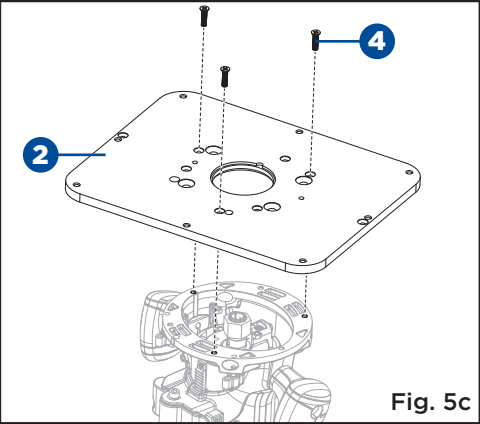

Fig. 5c
- En utilisant le tableau suivant à titre de référence, et en utilisant l'un des trois ensembles inclus de trois vis de plaque d'insertion de toupie (4), fixez la toupie à la plaque d'insertion (2) avec les avant-trous faisant face à la toupie et l'encoche (5) dans la plaque d'insertion face à l'arrière de la table à toupie. (Fig. 5c)